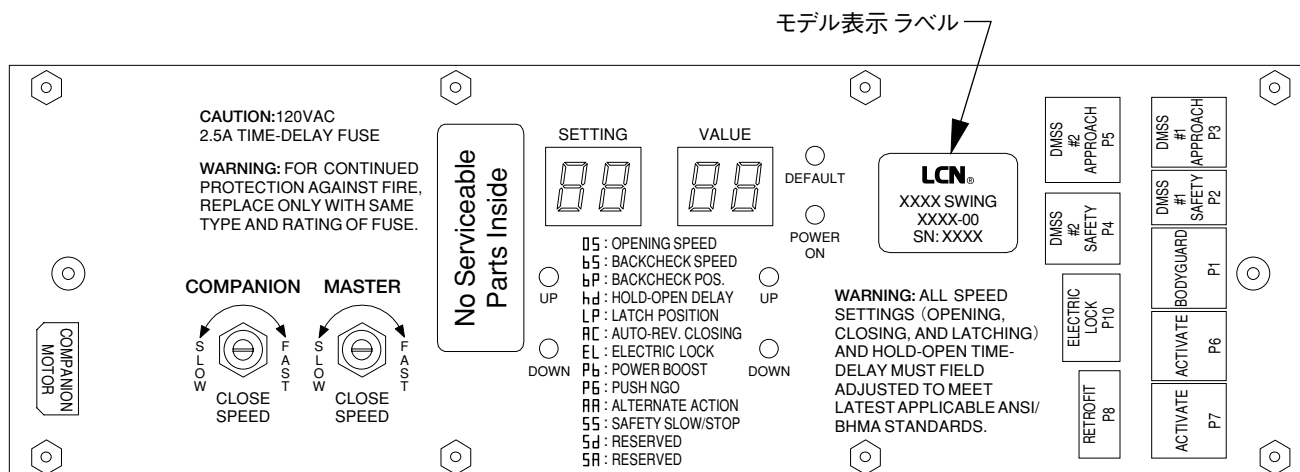

図1-1
- 1.2 コントロールボックス モデル (コントロールボックスにモデル表示あり 図1-1) が要求の品物であることを確認して下さい。